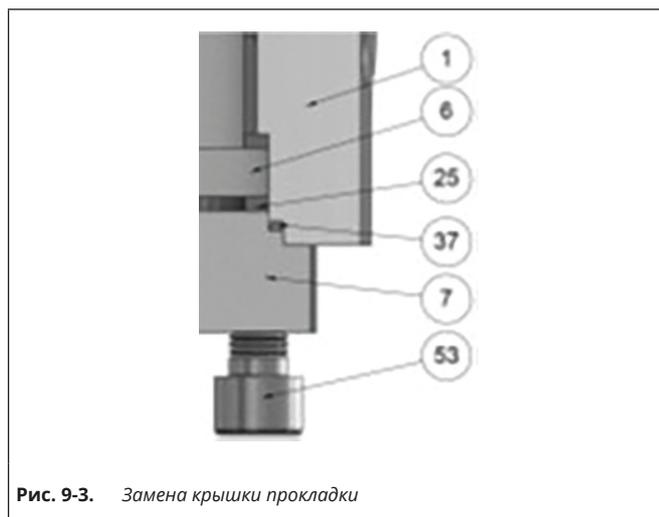

Рис. 9-3. Замена крышки прокладки
- ⇒ Ослабьте и снимите винты (53), см. рис. 9-3.
- ⇒ Демонтируйте колпак (7) и снимите старое уплотнение крышки (37). В ходе демонтажа обезопасьте упорное кольцо (25) от выпадения.
- ⇒ Нанесите тонкий слой одобренного смазочного материала на новую уплотнительную крышку (37) и упорное кольцо (25), разместите их на колпаке (7) и установите на место.
- ⇒ Вначале затяните винты (53) по перекрестной схеме с приложением незначительного ручного усилия. Затем затяните их с определенным моментом затяжки, см. главу «15.1.1 Моменты затяжки» или документ ► LW-10017, приложение 15.2.